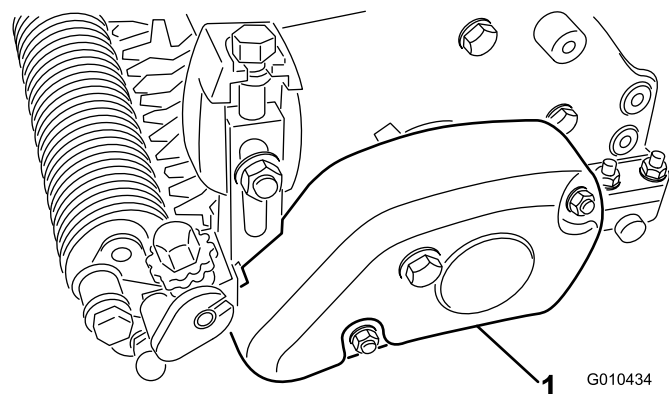

Figura 20
3. Monte la cubierta de la correa en la carcasa del acondicionador con 2 contratuercas (M8), según se muestra en (Figura 20).